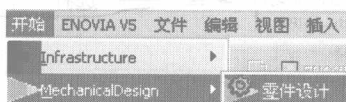

图 1-5 系统菜单 (三)
(1) 选择“开始”→“MechanicalDesign (机械设计)”→“零件设计”命令,如图 1-5 所示。